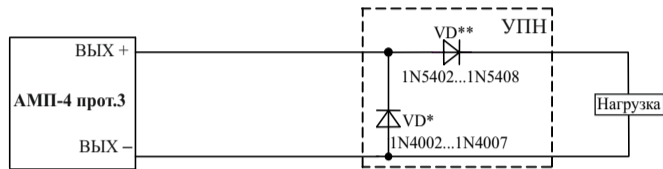

Рисунок 7
4.3.1 Выходы **ВЫХ. 1**, **ВЫХ. 2** для обеспечения контроля целостности выходных цепей в разрыв выходной цепи непосредственно к нагрузке должно быть подключено устройство подключения нагрузки (далее по тексту – УПН) в соответствии со схемой (Рисунок 7).